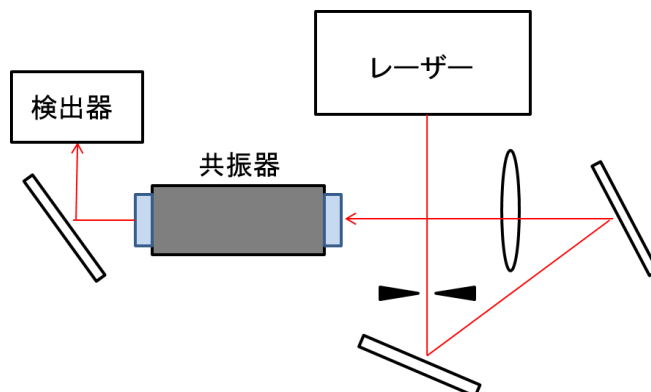

図3：実験装置の配置図
- [1] 図3のように実験装置が配置されていることを確認する。検出器以外の装置を移動させないこと。特に共振器の鏡に触れないこと。
[1] レーザーシステムのアクリル板にあけた穴から出ているレーザー光を、ひもでくくつてある備え付けの IR(infrared)カードのオレンジ色の部分に当てて見る。(繰り返すが、絶対にレーザー光を直接覗きこまないこと！) このカードを用いて、図 3 と同じ経路で光が通っていることを確認する。
[3] IR カードを用いて、レーザー光の光路が図 3 のようになっていることを確認し、共振器の出口から出てくる光は FG からの三角波に同期して点滅していることを確認する。その出てきた光を光検出器の受光面に入れる。出てきた光が確認できない場合は、以下のように光路調整を行う。